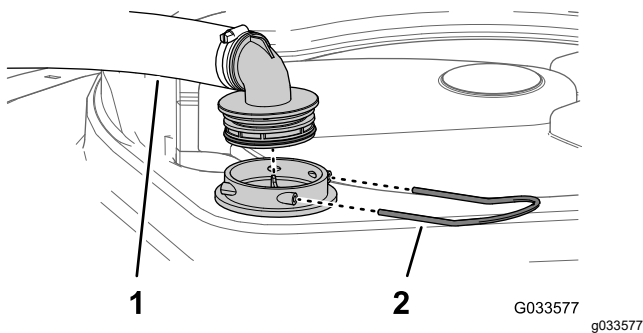

Figura 58
2. Na parte superior do depósito do pulverizador, retire a fixação que prende a união da mangueira unida à tubagem grande da estrutura do filtro (Figura 58).
3. Retire a tubagem e a união da tubagem da estrutura do filtro (Figura 58).